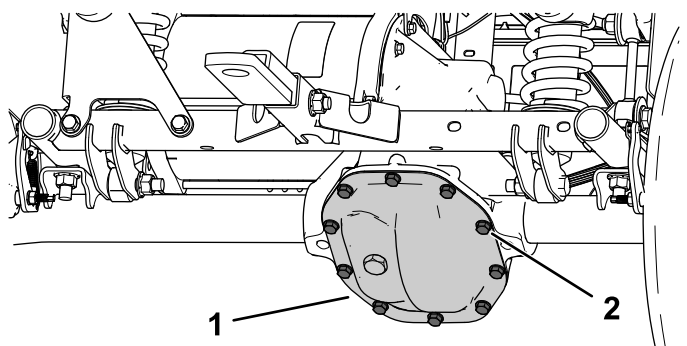

Figure 51
1. Placez un bac de vidange sous la protection de la boîte-pont (Figure 51).
- Retirez les boulons de la protection de la boîte-pont et vidangez tout le liquide (Figure 51).